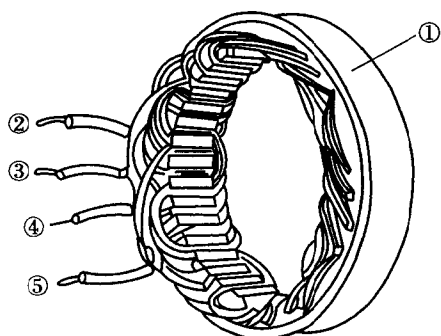

图 1-9 定子检测(1)
如图 1-9 所示,用万用表的测笔分别测量②与①,③与①,④与①的电阻值,应为无穷大,否则有短路。